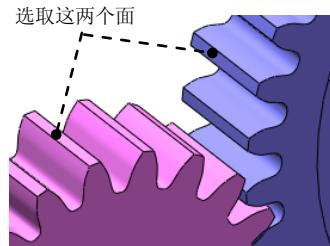

图 11.3.5 选取配合面
(1) 选择下拉菜单 插入(I) \rightarrow **配合(M)...** 命令，系统弹出“配合”对话框。
(2) 单击“配合”对话框**机械配合(A)**区域中的 齿轮(G) 按钮，选取图 11.3.5 所示的两个面为配合面，然后在**比率:**文本框中输入 2:1。